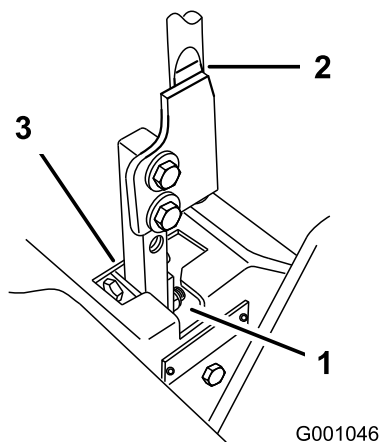

Рисунок 95
5. Переведите рычаг в нейтральное положение, но не в положение фиксации (Рисунок 95).
6. Потяните рычаг назад так, чтобы шплинтуемый штифт (на рычаге под осью поворота) вошел в контакт с концом паза (только начал надавливать на пружину), как показано на Рисунок 95.
7. Проверьте, где рычаг управления находится относительно выемки в консоли (Рисунок 95).